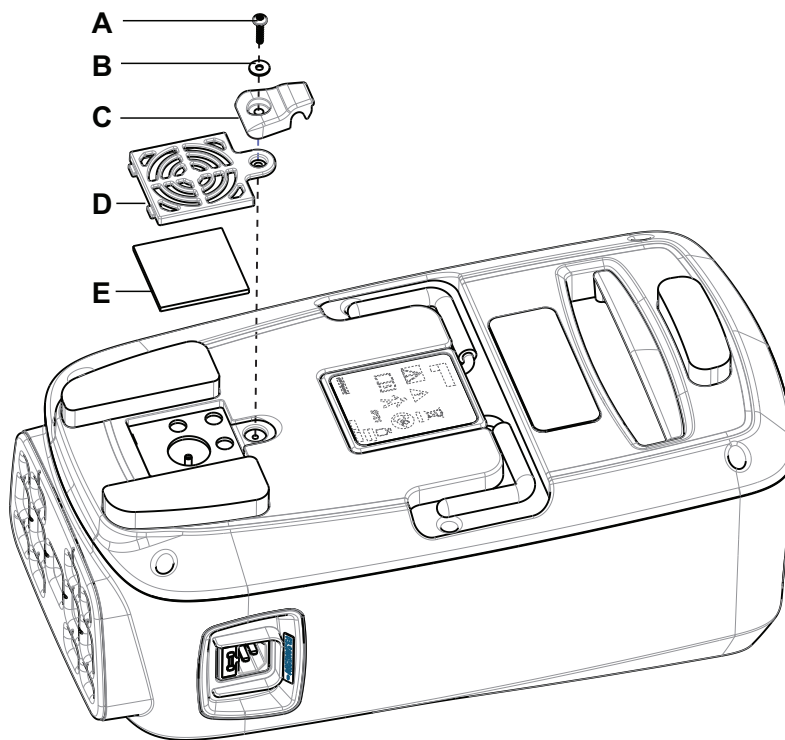

Figure 7 – Accès à la broche de mise à la terre
4. À l'aide d'une clé Torx T20, retirer la vis (A), la rondelle (B) et la poignée flexible (C) qui fixent la porte d'accès au filtre à air (D) (Figure 7). Conserver la vis, la rondelle et la poignée flexible.
5. Retirer le capot d'accès au filtre à air (D) et le filtre à air (E) (Figure 7). Conserver le capot d'accès au filtre à air et le filtre à air.
6. À l'aide d'un multimètre numérique, effectuer un contrôle de continuité de la mise à la terre. Utiliser les fils du compteur entre la broche de mise à la terre de l'entrée d'alimentation et la vis métallique derrière le filtre à air (E) (Figure 7). Cette valeur doit être $\leq$ à 100 ohms.